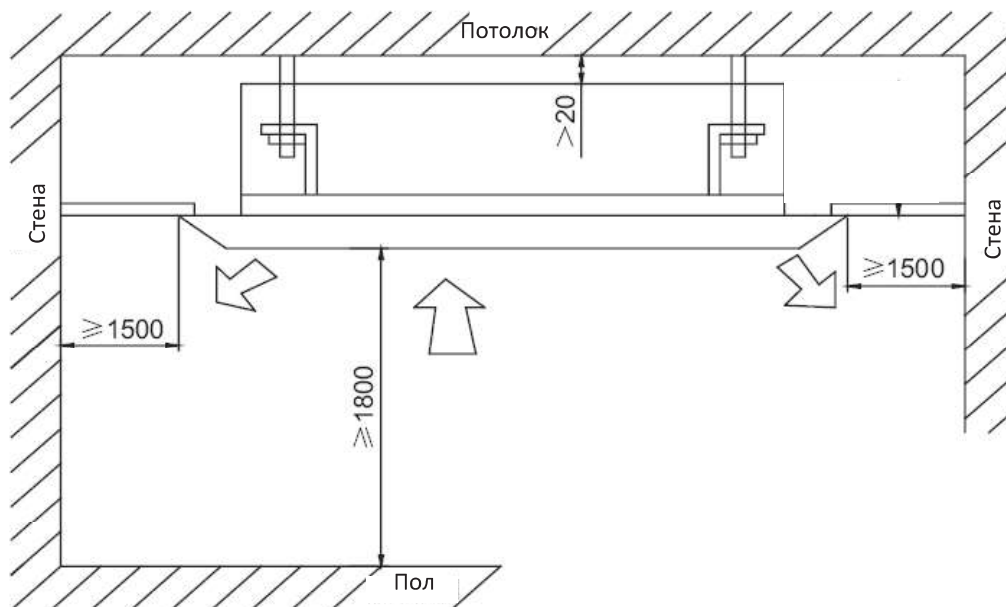

Рис. 11.14
11.4.2. На рис. 11.14 указаны минимальные допустимые расстояния от 4-поточного кассетного блока до ограждающих конструкций.